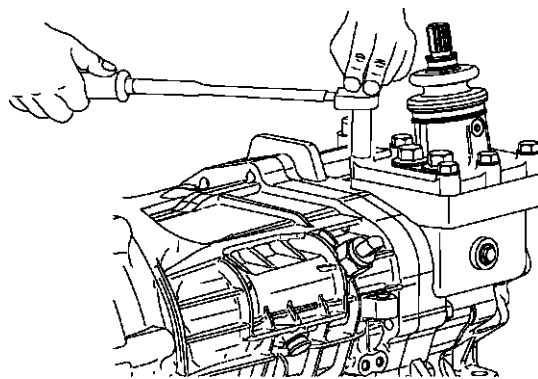

Рис. 6.3. Снятие и установка рычага механизма переключения передач
3. Снимите рычаг механизма переключения передач в сборе (рис. 6.3).